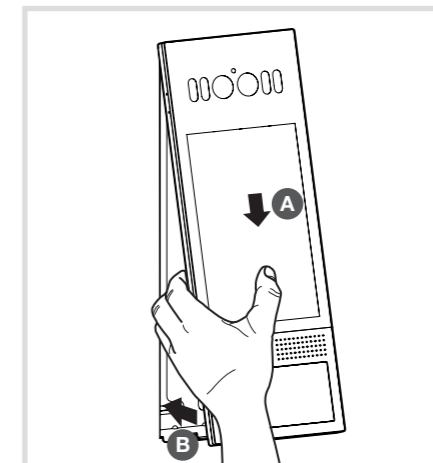

Bild 30: Einsetzen der Außenstation
- (21) Anschlussraum-Abdeckplatte
- (22) Zweiteilige Leitungseinführungs-Dichtung
- (23) Anschlussraum-Dichtung
- Außenstation an den oberen beiden Laschen des Einbauehäuses einhängen und unten zum Einbauehäuse schwenken (Bild 30).